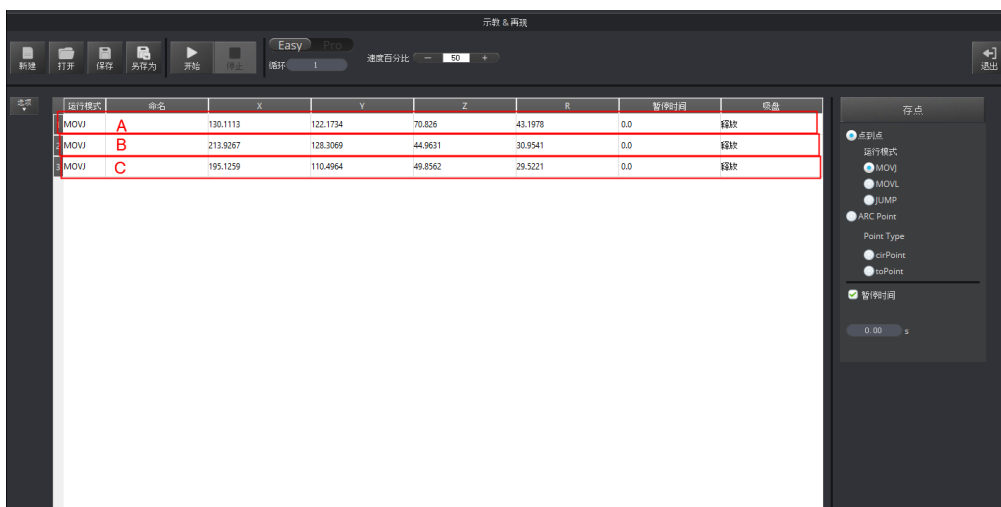

图 2.21 B 和 C 点位置坐标
4. 参照 2 ~ 3，将Magician Lite移动到另外两个位置，假设为B点和C点，Magician Lite会记录这两点的坐标。如图 2.21 所示。